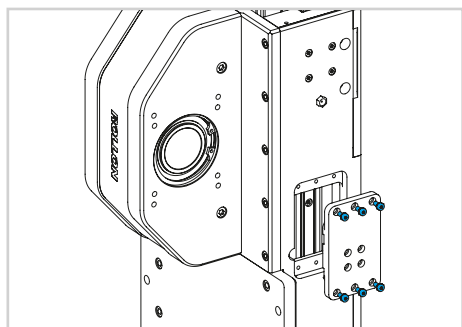

Fig. 22
- 1) Rimuovere le viti e le piastre sui due lati del carro (vedi Fig.22).